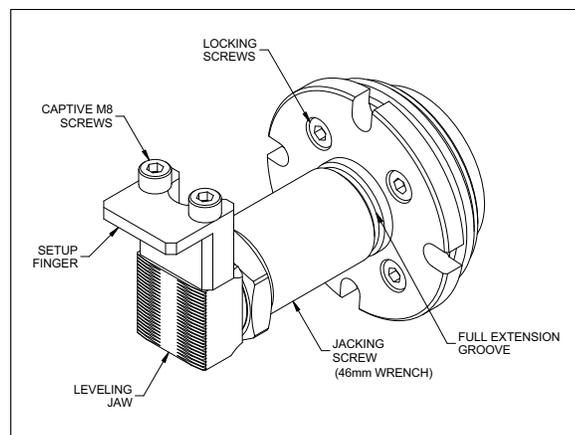

FIGURA 3-13. DETALLE DE LAS PATAS DEL PORTAÚTILES INTERIOR
No extienda las patas de apoyo más allá de la ranura en toda su extensión en el tornillo roscado (Figura 3-13). Si es necesario, añada secciones de pata adicionales para minimizar la longitud del tornillo de apoyo roscado expuesto
3. Aplique el compuesto antiadherente (proporcionado en el kit de herramientas) para las roscas y las caras de contacto de cada sección de pata (Figura 3-13).